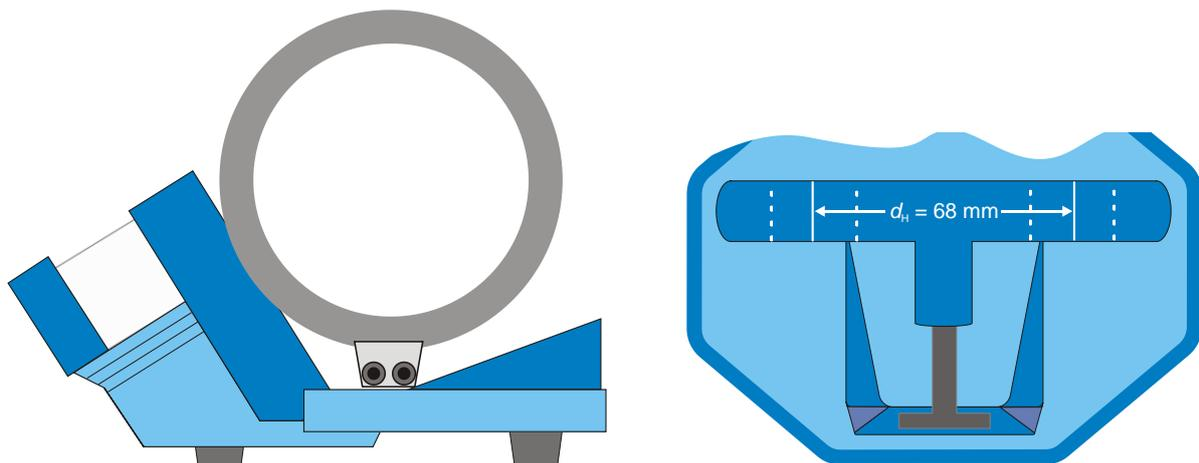

Fig. 2 Montage des bobines pour un champ transversal
- Placer les bobines au milieu de la fente des bobines et les glisser vers l'extérieur. Veiller à ce que les connexions soient orientées vers l'extérieur (voir fig. 2).